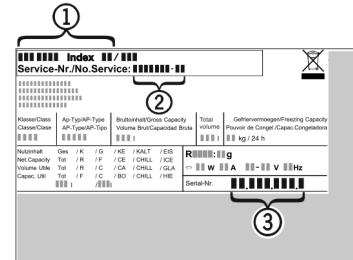

Fig. 8
- Наименование устройства Fig. 8 (1), сервисный № Fig. 8 (2) и серийный № Fig. 8 (3) считайте с заводской таблички. Заводская табличка находится внутри устройства слева.
- Обратитесь в сервисную службу и сообщите вид неисправности, наименование устройства Fig. 8 (1), сервисный № Fig. 8 (2) и серийный № Fig. 8 (3).